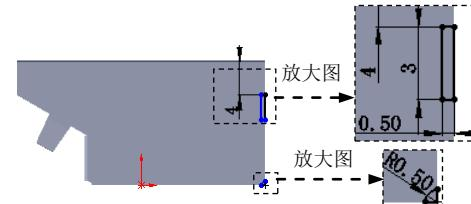
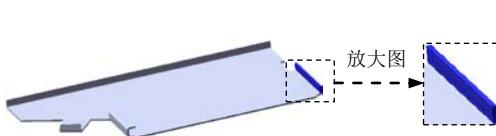
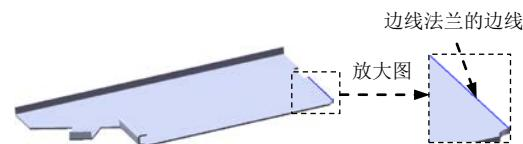

图 6.21 横断面草图
图 6.22 边线一法兰 4
图 6.23 边线法兰的边线
② 定义横断面草图。在草图环境中绘制图 6.21 所示的横断面草图。
(3) 定义切除深度属性。在“切除—拉伸”对话框的**方向1**区域中选中**与厚度相等(L)**复选框与**正交切除(N)**复选框；其他采用系统默认设置值。
(4) 单击 \checkmark 按钮，完成切除—拉伸 2 的创建。
Step10. 创建图 6.22 所示的钣金特征——边线—法兰 4。
(1) 选择命令。选择下拉菜单 **插入(I)** → **钣金(B)** → **边线法兰(E)...** 命令(或单击“钣金”工具栏中的“边线—法兰”按钮 )。
(2) 定义特征的边线。选取图 6.23 所示的模型边线为生成的边线法兰的边线。